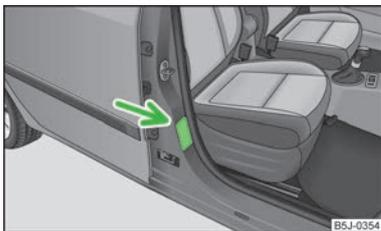

Abb. 107
- Auf diese Tatsache weist auch der Aufkleber hin, der sich an der B-Säule auf der Beifahrerseite » Abb. 107 oder an der Sonnenblende des Beifahrers befindet.